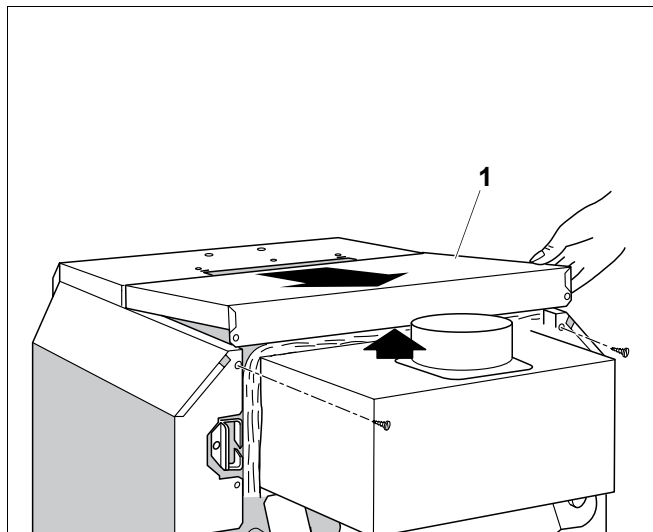

Рис. 13 Снятие крышки котла
- Выкрутить оба крепежных винта задней крышки котла (рис. 13, поз. 1). Приподнять заднюю крышку и снять ее, подав назад (рис. 13).